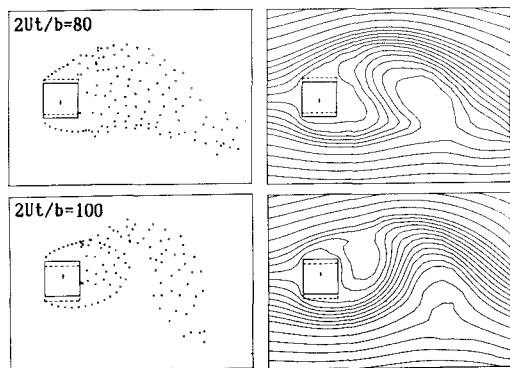

図1 フローパターン (Case 3)
6. 数値計算結果 計算結果のフローパターンの一例を図1、図2に示す。図中の破線は断面の初期位置、断面内の矢印は変位方向および変位量を示す。以下、計算結果の揚力係数変動および振動応答(図3)をそれぞれのパラメータについてまとめる。
①風速変化・・・よく知られているように、正方形断面の無次元共振風速は約8.0である。共振風速より低いCase 1では、揚力係数変動はあるが断面の振動は生じない。共振風速に近いCase 2では、揚力係数変動の大きさはCase 1とほとんど変わらないが断面の振動が発生する。更に高風速のCase 3ではギャロッピングと考えられる大きな振幅の振動が発生する。②質量変化・・・断面の質量をCase 3の10倍にしたCase 4では、振幅が小さくなりほとんど振動が発生しなくなる。一方、断面の質量をCase 3の1/2倍にしたCase 5では、振動振幅が大きくなる。また、振動振幅が大きくなるに従い、揚力係数変動は小さくなる。